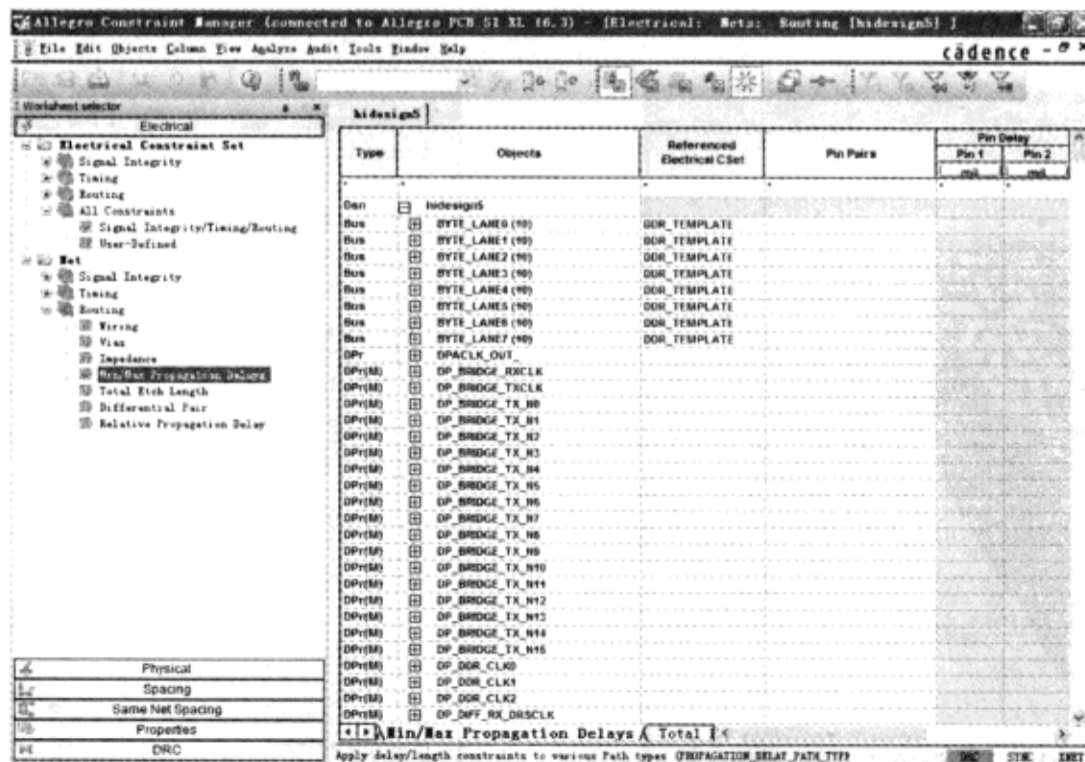

图 4-2-5 约束管理器
(1) 执行菜单命令“Setup”→“Constraints”→“Electrical...”，弹出“Allegro Constraint Manager”窗口。
(2) 单击“OK”按钮，关闭“Tip of the Day”窗口。
(3) 在“Allegro Constraint Manager”窗口左侧列表框单击“Net”→“Routing”→“Min/Max Propagation Delays”表格符号，如图4-2-5所示。